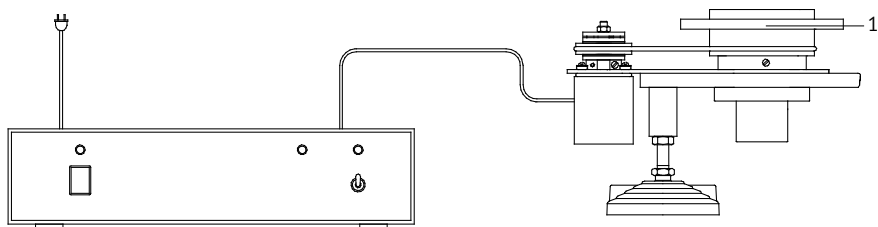

Рис. 7. Схема сборки Привода
6.2 Соберите Привод согласно рис. 7. для чего установите механическую часть на стойку ИПС грузопоршневого манометра закрепив винтами 6 (4 шт.).
6.4 Установите пассик на шкивы ведущего и ведомого узлов (рис. 7)